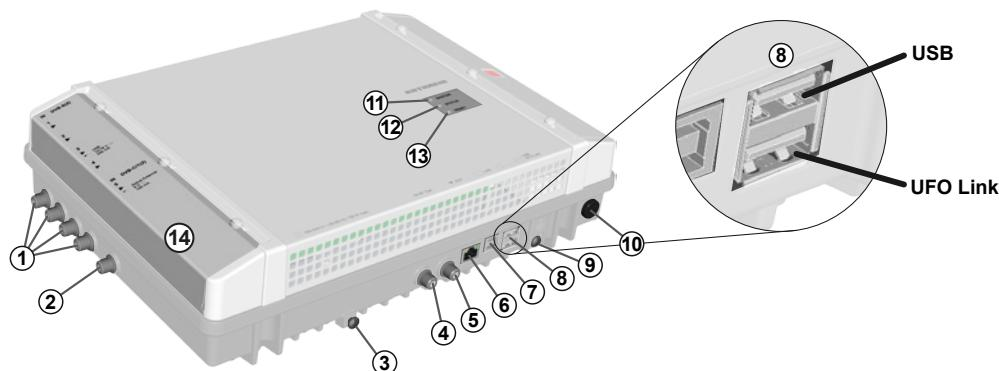

Fig. 1: Elementi dell'apparecchio
Eccezione: Copertura degli slot CI (@ in Fig. 1, pag. 3)
1. Collegare un conduttore di compensazione del potenziale (Cu,  $\geq 4 \text{ mm}^2$ ) sulla vite di messa a terra; vedere ⑨ in Fig. 1, pag. 3.
- Le spine devono essere inserite nelle interfacce UFO Link adatte del master e dello slave (⑧ in Fig. 1).
4. Collegare le linee di segnale AF per l'antenna, la rete via cavo e l'uscita alle testate; vedere ①, ② e ⑤ in Fig. 1, pag. 3.